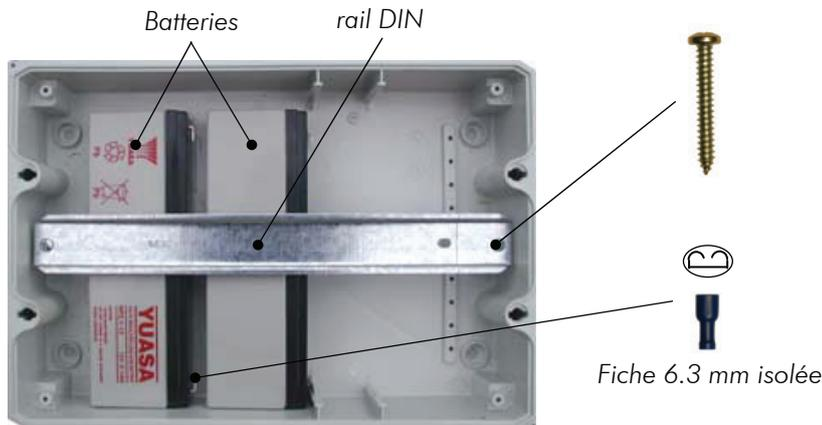

Fig. 23
- Placer les batteries à plat en alternant la position de leurs bornes + et - et en laissant un espace entre elles pour faciliter le câblage (Fig. 23).